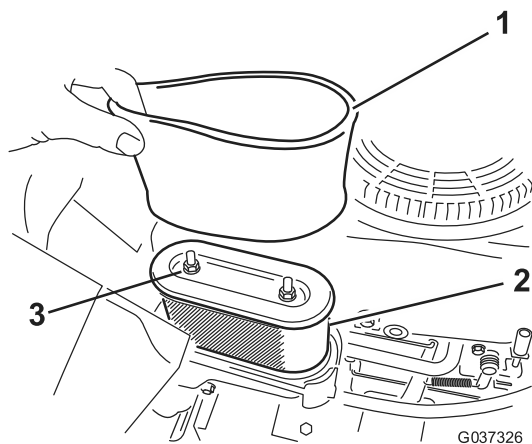

Figure 29
5. Retirez les 2 écrous qui fixent le filtre au boîtier (Figure 29).
1. Montez l'élément en mousse sur l'élément en papier (Figure 29).